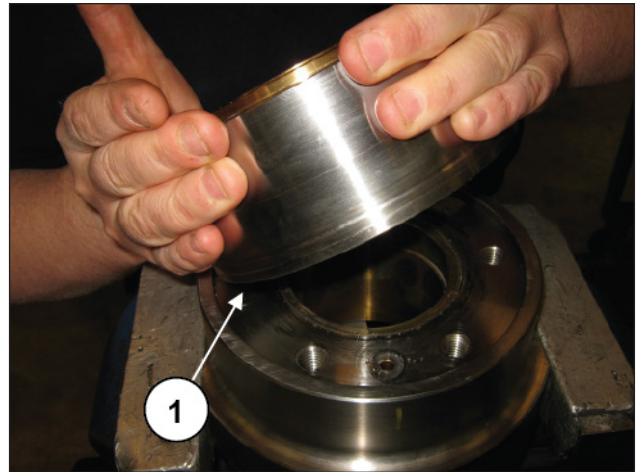
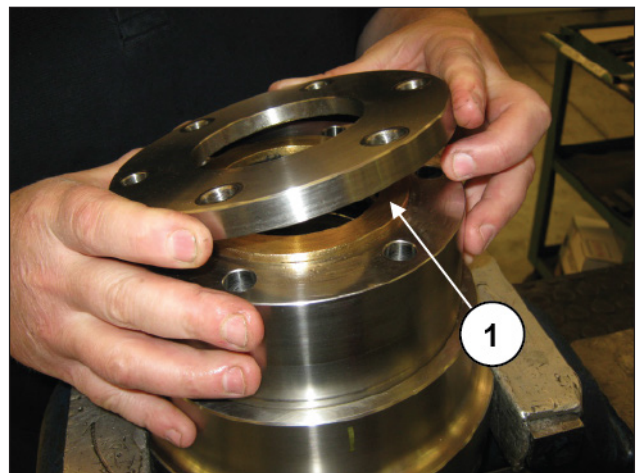
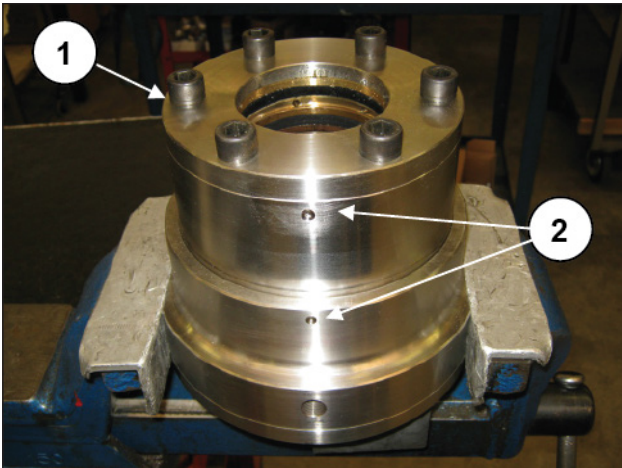
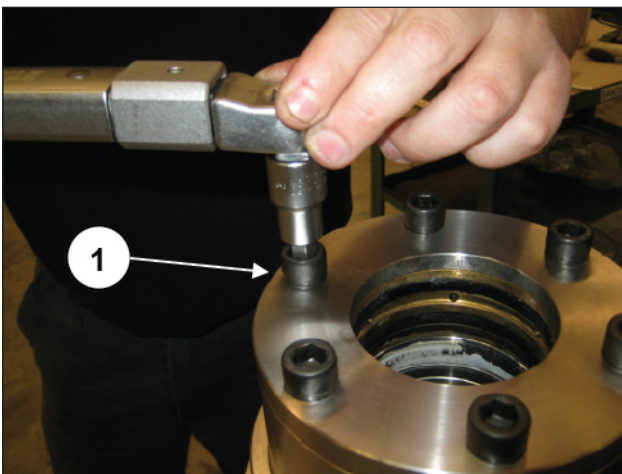

Abb. 227
Abb. 228
Abb. 229
Abb. 230
Montieren Sie die Buchse auf der Halterung (Pos. ①, Abb. 227), beachten Sie dabei, dass die O-Ringe in ihrem Sitz positioniert bleiben und fluchten Sie die vorhandenen "Zentrierkörner" (Pos. ②, Abb. 229), anschließend montieren Sie den Ring für die Dichtungshalter (Pos. ①, Abb. 228).
Nach der Positionierung der Befestigungsschrauben des Rings für die Dichtungshalterung (Pos. ①, Abb. 229), drehen Sie diese mit einem Drehmomentschlüssel (Pos. ①, Abb. 230) wie in Absatz 3 gezeigt fest.